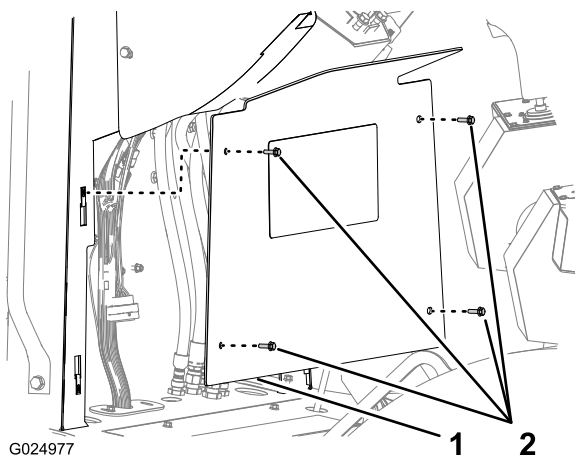

Figura 123
- Retire los 4 pernos de cabeza hexagonal con arandela prensada (6 x 20 mm) que sujetan el panel inferior de la consola a la consola, y retire el panel (Figura 123).
3. Alinee el panel inferior de la consola con la consola (Figura 123).